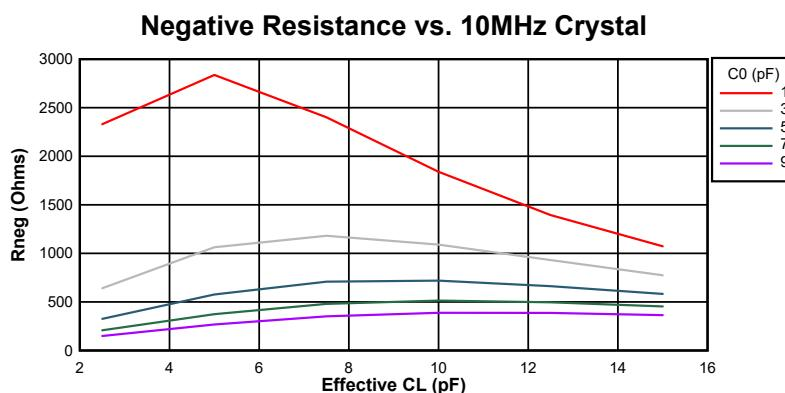
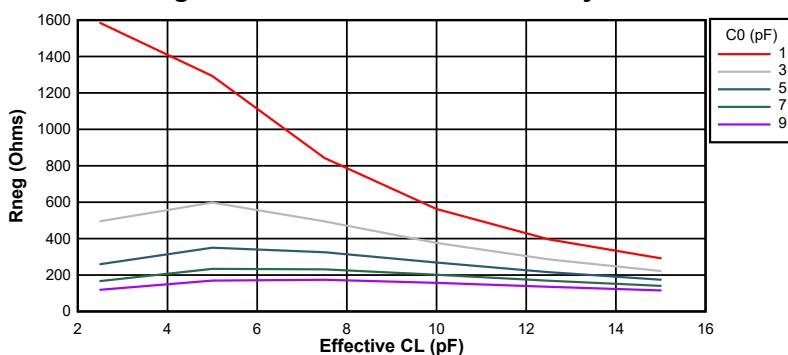

図 6-19. 10MHz 時の負性抵抗変動
図 6-20. 20MHz 時の負性抵抗変動
図 6-19 および 図 6-20 に、このデバイスの負性抵抗と水晶振動子の間の関係の変動を示します。グラフからわかるように、水晶振動子の並列容量 (C0) と実効負荷容量 (CL) は電気発振回路の負性抵抗に大きな影響を及ぼします。これらは代表的なグラフであるため、設計上考慮すべき最小値および最大値については、表 6-6 を参照してください。